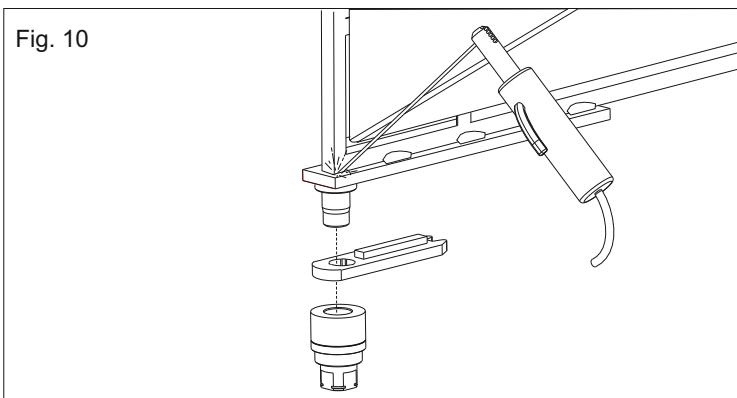

Fig. 10
3.2. soldar con cuidado el conjunto hoja a la hoja de la cancela realizando una fijación por tramos de aprox. 3-4 cm a lo largo de la superficie de contacto evitando la soldadura en las cercanías de lo huecos que tienen rosca, además de hacer en modo que venga respetada la perpendicularidad con las asas de rotación (Fig. 10)